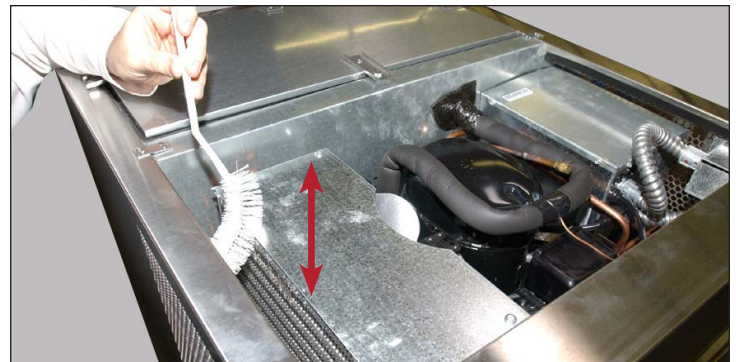

Abb. 2. Falls zugänglich, reinigen Sie die Kondensatorrohrschlange. Verwenden Sie die Bürste nicht an den Lamellen der Rohrschlange.
3. Falls zugänglich, reinigen Sie mit einer Bürste mit harten Borsten den angesammelten Schmutz sorgfältig von den Lamellen der vorderen Kondensatorrohrschlange. Siehe Abb. 2. Wenn es nicht möglich ist, auf die Kondensatorrohrschlange zuzugreifen oder sie zu reinigen, entfernen Sie den Regenabweiser. Siehe Abb. 3 und 4.